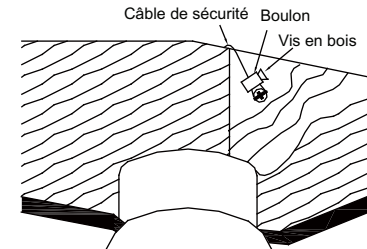

Fig. 14
**Étape 2.** Insérez le câble de sécurité à travers le support de montage et l'un des trous dans la boîte de sortie dans le plafond. Ajuster la longueur du câble de sécurité pour atteindre la vis et les rondelles en tirant le câble supplémentaire à travers la pince du câble jusqu'à ce que la longueur globale soit correcte, mettre l'extrémité du câble de retour à travers la pince du câble, formant une boucle à l'extrémité du câble. Resserrez la pince du câble solidement. Maintenant, mettez la boucle à l'extrémité du câble de sécurité sur la vis en bois et sous la rondelle. Resserrez la vis en bois solidement. (Fig. 14)